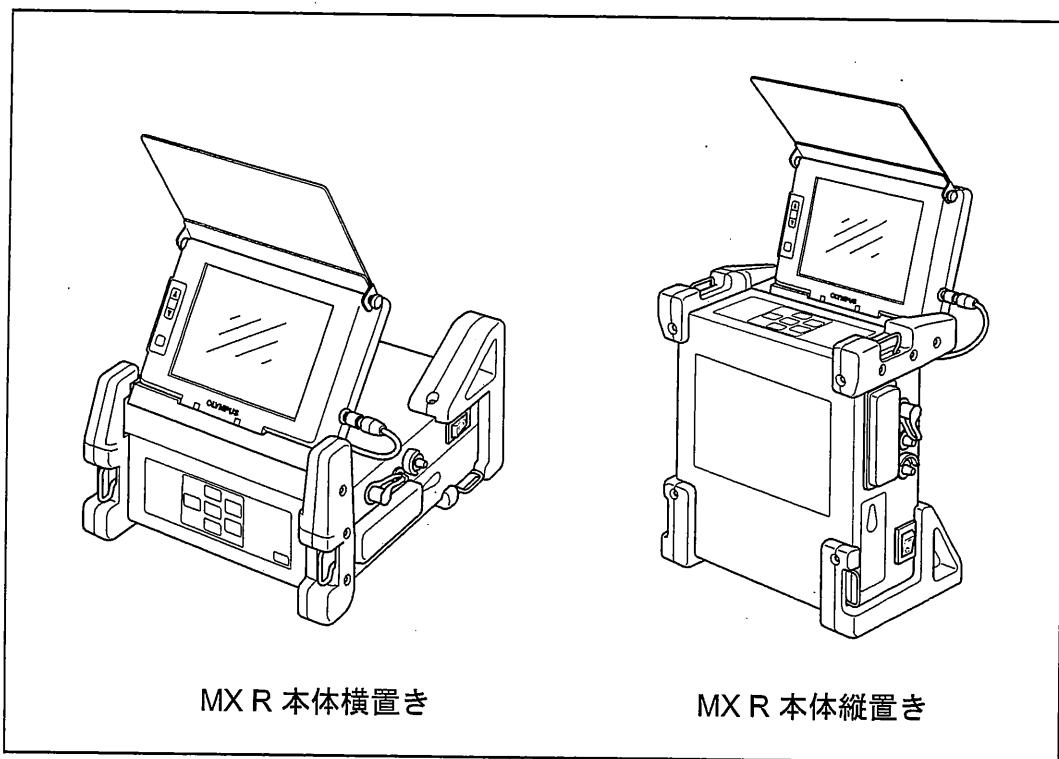

図 3.5
- IPLEX MX R 本体を、平らな場所に、がたつかないように置いてください。本体は横置きと縦置きの2方向に置くことができます（図 3.5 参照）。